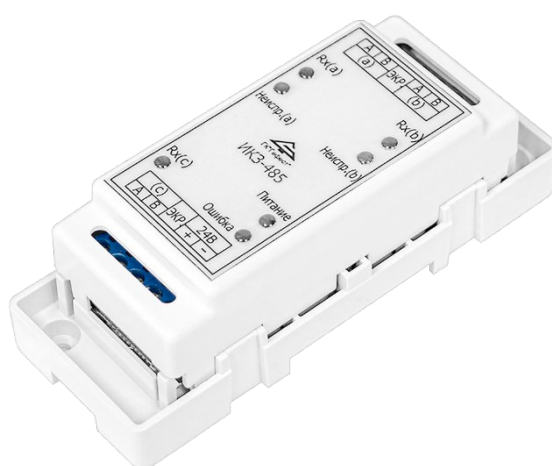

Рисунок 7 – Внешний вид ИКЗ-485.
- изолятор короткого замыкания ИКЗ-485 (см. рисунок 7).